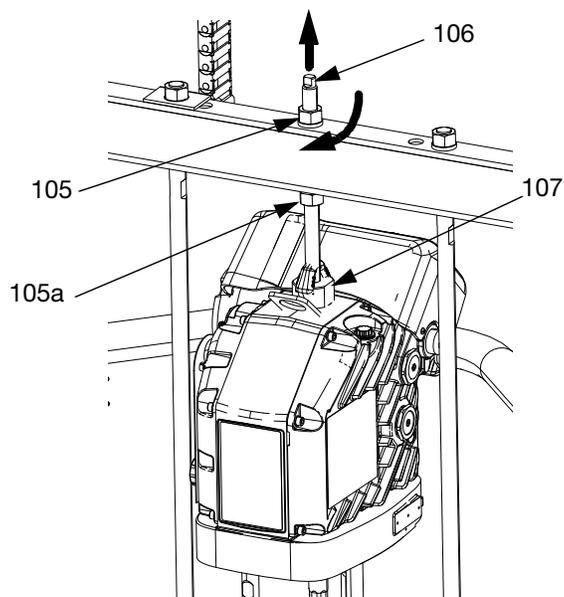

FIG. 45
1. Inserte la bomba de desplazamiento (AC) en el plato (AD). Consulte los pasos de **Conexión del plato** en la página 50.
3. Conecte el controlador (AB):
- a. Use una llave en la tuerca (105) en la parte superior de la barra del elevador para bajar el controlador (AB) hasta la bomba de desplazamiento (AC). Consulte la FIG. 45 en la página 51. Enrosque la tuerca (105) y apriétela debajo de la barra del elevador. Apriete la tuerca (105) debajo del travesaño a 34 N•m (25 lb-pie) como máximo.